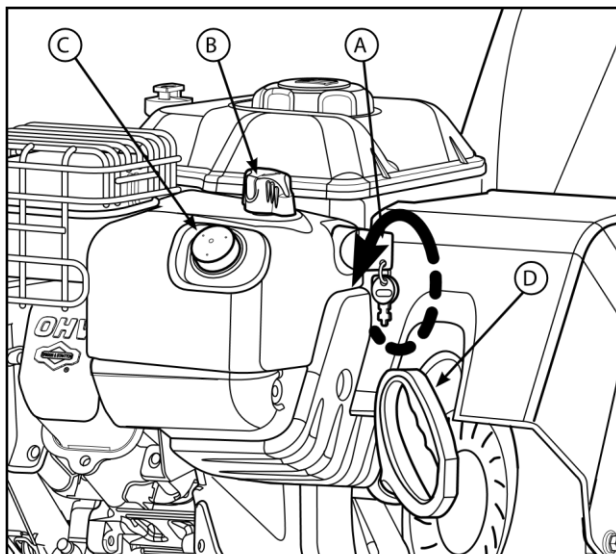

Рис. 5
3. Вставьте ключ Вкл/Выкл (а, рис. 5) и поверните его в положение Вкл, либо вставьте ключ зажигания (в зависимости от комплектации).
6. ручной старт: крепко возьмитесь за рукоятку пускового троса (D, рис. 5). медленно потяните за рукоятку, пока не почувствуете сопротивление и тогда дерните.